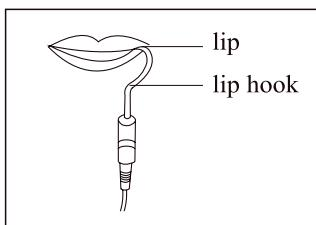

Abbildung 19
4.2.4 Hängen Sie den Lippenhaken an die Lippe und achten Sie darauf, dass er die Mundschleimhaut als Referenzelektrode berührt [Abbildung 19].